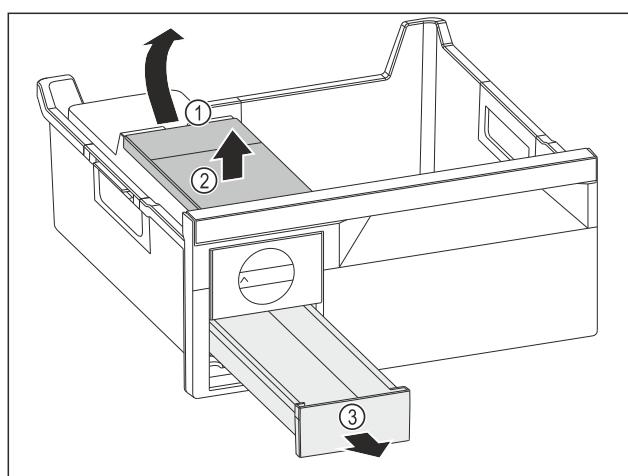

Fig. 140
- Retirer le réservoir d'eau : Soulever le réservoir d'eau hors de l'évidement Fig. 140 (1).
- Retirer le réservoir d'eau Fig. 140 (2) vers le haut.
- Retirer le compartiment à glaçons Fig. 140 (3) vers l'avant.